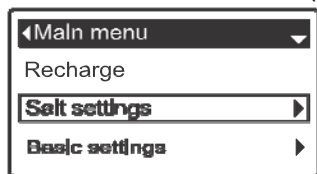

РИС. 24
1. С любого прокручивающегося экрана статуса нажать кнопку ВЫБОР (O) для отображения Главного меню.
2. Нажать кнопку ВНИЗ (▼) и прокрутить опции меню до выделения надписи Установки соли (См. Рисунок 24).